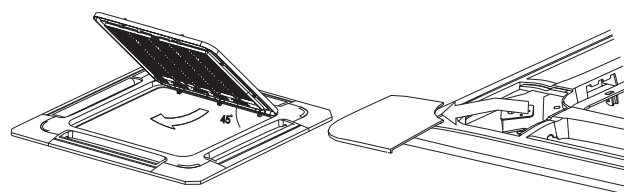

Fig. 5-10
- Puxe a grelha para cima a um ângulo de cerca de 45°, e remova-a. (Consulte a fig.5-10)